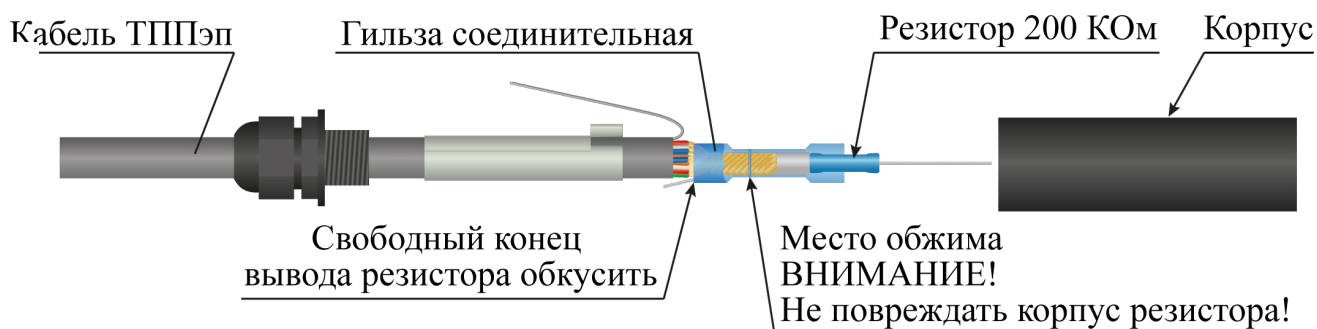

Рисунок 4.7
- гильзу обжать с помощью специального инструмента (рекомендуется применять клещи обжимные КО-01) со стороны кабеля ТППЭп, не повреждая корпус резистора (рисунок 4.7);